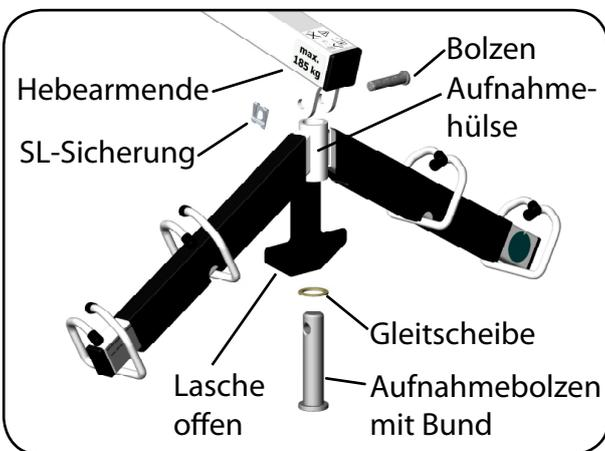

**Abb. 6.1.09 - Standmast aufgerichtet**
7. Entfernen Sie den Kabelbinder, der als Transportsicherung den Hebearm am Standmast fixiert (Abbildung 6.1.09).
14. Entfernen Sie die Verpackung vom Hubantrieb und vom Hebearm (Abbildung 6.1.09).